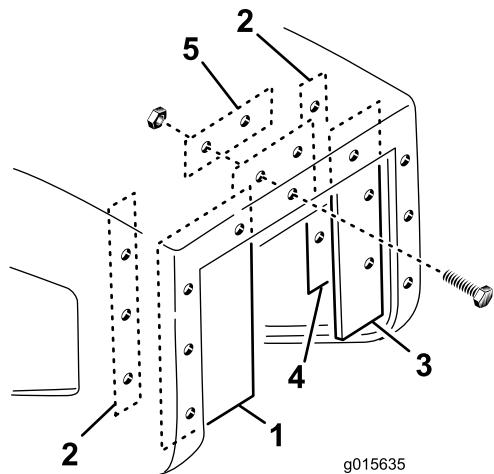

図 22
- ホッパーの開口部の内側左のリップにシールド幅広を固定する長い当て板、ねじ#3 x 13本とフランジナット #103個を使用して図 22のように取り付ける。
- ホッパーの開口部の内側左のリップにシールド細を固定する長い当て板、ねじ#10 x 1 インチ3本とフランジナット #103個を使用して図 22のように取り付ける。
- ホッパーの開口部の内側左のリップにシールド細を固定する長い当て板、ねじ#10 x 1 インチ2本とフランジナット #102個を使用して図 22のように取り付ける。